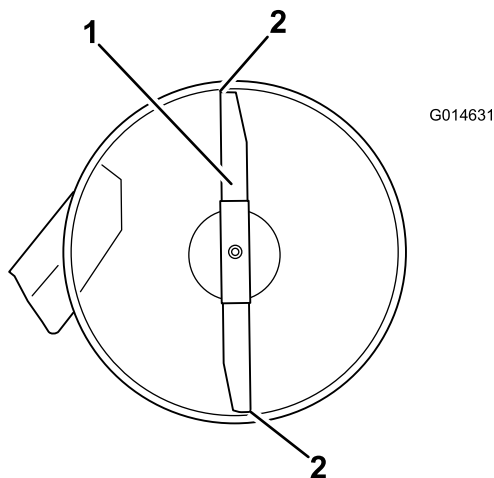

Figure 51
- Faites pivoter les lames avec précaution pour faire passer les pointes avant à l'arrière (Figure 51).
- Mesurez la distance entre la pointe de la lame avant et la pointe de la lame arrière par rapport à la surface plane (Figure 51).
- Une fois le réglage effectué, vérifiez à nouveau l'inclinaison avant/arrière des lames; continuez d'ajuster l'écrou jusqu'à ce que la pointe avant de la lame soit de 1,6 à 8 mm (1/16 à 5/16 po) plus basse de la pointe arrière (Figure 51).